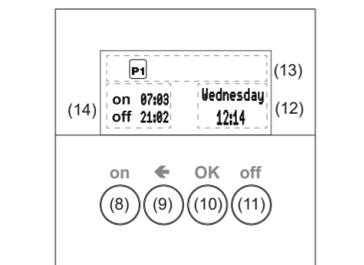

Figura 2: elementi di visualizzazione e comando
Attraverso un'attivazione breve dei pulsanti **on** e **off** (figura 2) si attivano manualmente i carichi, attraverso un'attivazione > ai 2 secondi possono essere attivate varie funzioni all'interno del comando dal menu.
- Premere il pulsante **OK**. Il display torna alla visualizzazione principale. Il programma scelto viene svolto, il simbolo corrispondente (tabella 1) viene visualizzato sul display (Figura 2, 13).
- Confermare **activation** con **OK**. Il display torna alla visualizzazione principale, il simbolo per **holiday mode** viene mostrato sul display (figura 2, 13).
Il display torna alla visualizzazione principale, il simbolo per **holiday mode** viene mostrato sul display (figura 2, 13).
- Confermare **activation** con **OK**. Il display torna alla visualizzazione principale, il simbolo per **standalone mode** viene mostrato sul display (figura 2, 13).
Il display torna alla visualizzazione principale, il simbolo per **standalone mode** viene mostrato sul display (figura 2, 13).
- Confermare **deactivation** con **OK**. Il display torna alla visualizzazione principale, il simbolo per il funzionamento radio normale viene visualizzato sul display (figura 2, 13).